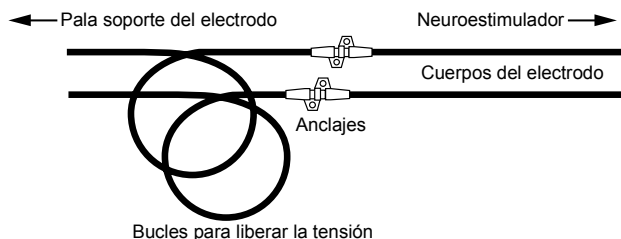

Figura 6. Bucles para liberar la tensión creados con los cuerpos del electrodo (sin fundas de conectores).
- Mientras mantiene la posición del electrodo, cree un bucle para liberar la tensión con cada cuerpo del electrodo, enrollando los cuerpos del electrodo cerca de la pala soporte del electrodo (Figura 6).